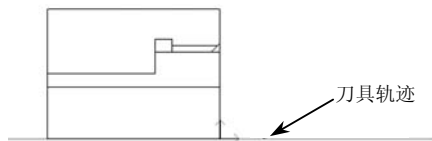

图 6-68 钻孔刀具轨迹
(2) 生成刀具轨迹 系统提示：拾取钻孔起始点，单击原点作为钻孔位置的起始点，则在轴心线上形成钻孔轨迹（一条红色的轨迹线），如图 6-68 所示。